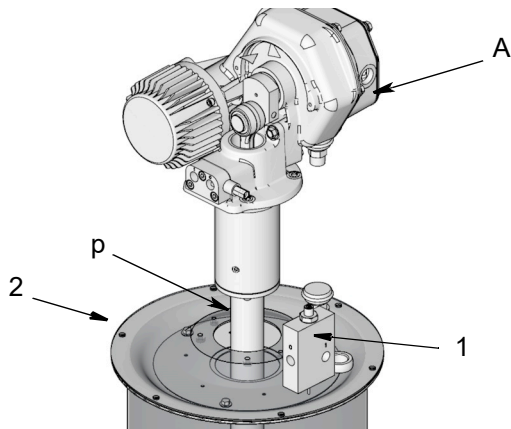

図 10
7. ステップ 5、ページ 5 で取り外したボルト (g) とナット (gg) を使ってカバー (e) をリザーバー (F) の上に固定します。
**注:** カバー (e) をリザーバー (F) に締め付けすぎないでください。締め付けすぎると、カバーとリザーバーの間でガスケット (j) が壊れる場合があります。ガスケットを押し出して、シールが壊れます。
8. ポンプのダウンチューブ (p) をカバー (e) の中心にある開口部と、ダイヤフラム (2) の中心にある穴に通して取り付けます。図 10 参照。